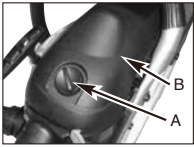

Fig. 18A
2. Ta bort locket (A) som håller luftfiltrets kåpa på plats, ta bort den övre kåpan (B) genom att lossa fästskruvarna. Kåpan går att lyfta av. (Fig. 18A)